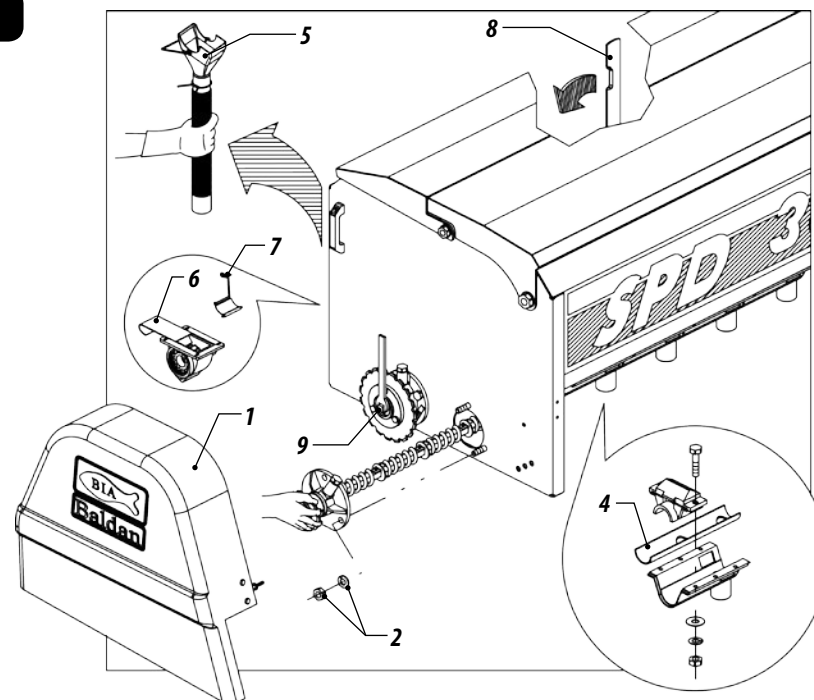

Figura 144
- 01** - Retire la tapa de protección de la transmisión (1), suelte las tuercas y arandelas (2) del cubo (3), solamente del lado externo de la sembradora, tire el cubo con el eje completo (3), girándolo para facilitar la retirada. Verifique las canaletas de PVC (4) que están dispuestas en el fondo del depósito, si presentan desgastes, cámbielas.
- 02** - Proceda a limpiar los depósitos y también los ejes y en seguida lávelos con agua corriente. Monte nuevamente los ejes observando el montaje correcto del conjunto de la canaleta, pues los orificios de salida del abono tanto de la canaleta como del pico deben coincidir conforme detalle de la figura 144.